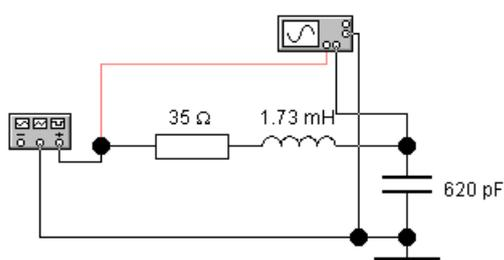

Рис. 13
3.1. На рабочем столе EWB собрать схему (рис. 13) для исследования переходных характеристик колебательного контура. В таблице 3 даны параметры элементов контура по вариантам.